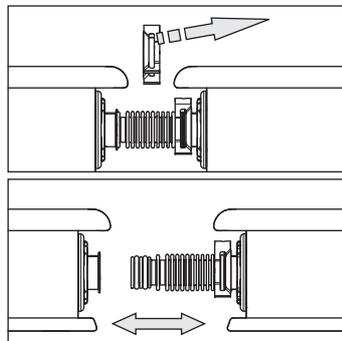
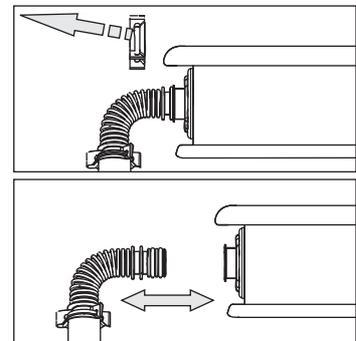

Fig. 3-57 Étape 1
Fig. 3-58 Étape 2
- Pour le passage de câble, veiller à ce que de l'eau de pluie ne puisse parvenir jusqu'au point de passage de la sonde (poser avec collerette d'égouttement, voir fig. 3-57).
1. Désencliqueter les pinces de fixation de leur cran et les retirer (fig. 3-57 et fig. 3-58).
2. Retirer les coudes de raccordement (fig. 3-58).